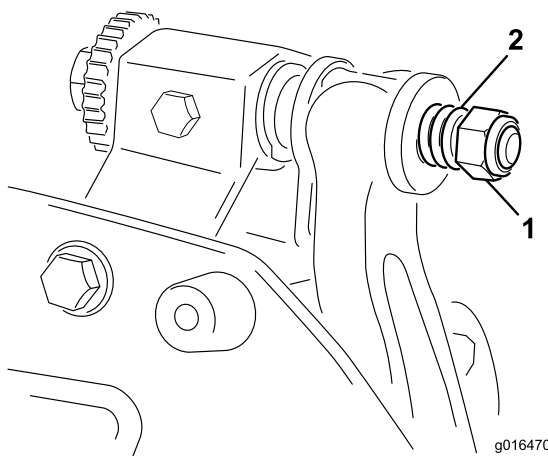

図 27
3. サイドプレートのボスの両側にナイロンワッシャを入れる。その外側からスチール製ワッシャを取り付ける図 27。
6. スプリングがつぶれるまでテンションナットを締め、そこから半回転戻す図 27。